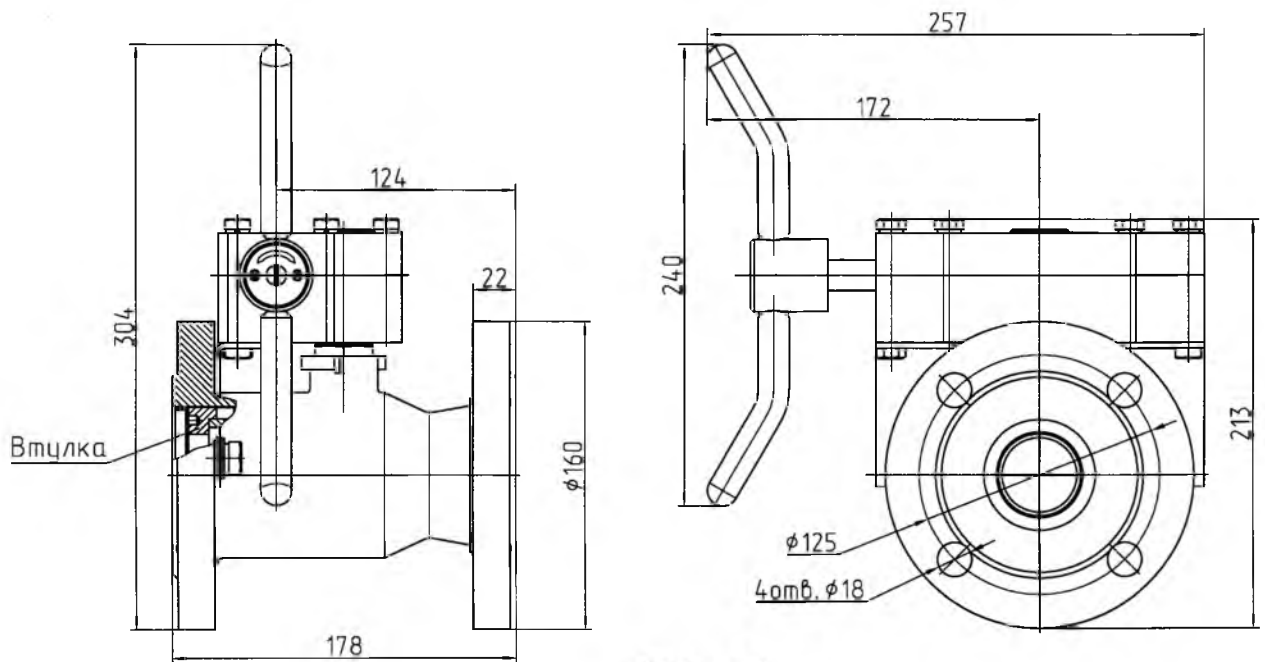

Рисунок 1
7.4 Подтяжку втулки (рисунок 1) для достижения герметичности производить спец ключом (усилие затяжки должно находиться в диапазоне 45-55 Н•м) в закрытом положении крана.